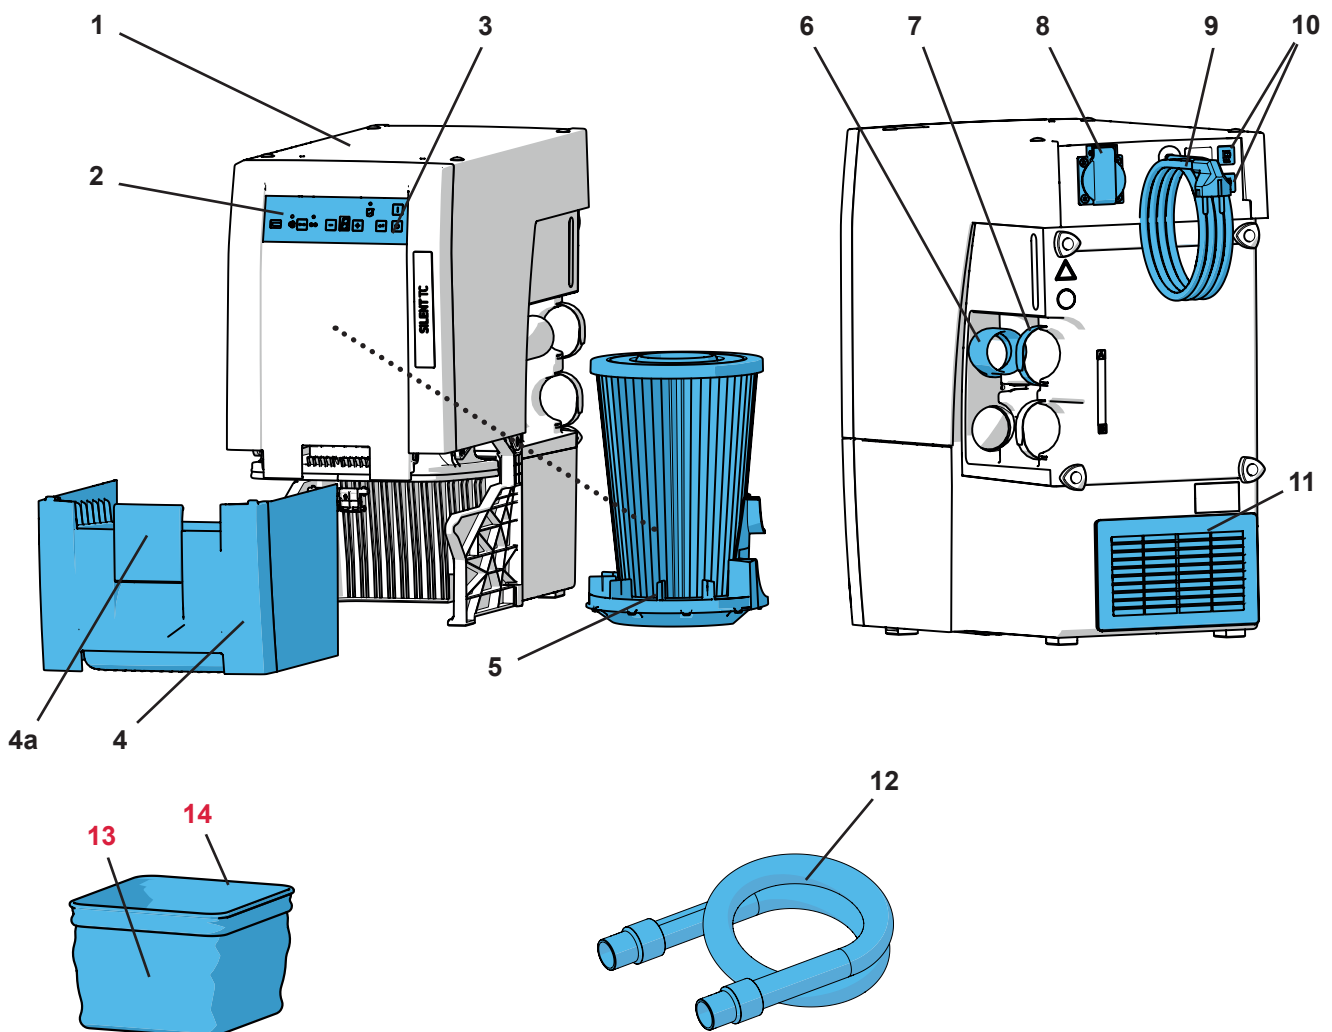

Fig. 1
- l'évacuation de l'air rejeté (11, Fig. 1) ne soit pas entravée.
- Conduite externe d'évacuation d'air (A) (voir chap. 4.6).
- Ouverture d'au moins 250 x 120 mm dans le panneau arrière de l'armoire (B), directement en face de l'ouverture d'évacuation de l'air rejeté (11, Fig. 1).
- Enlever le panneau arrière de l'armoire (C), espace entre le dos de l'armoire et le mur : au moins 50 mm.
⇒ Dérouler le câble secteur (9, Fig. 1) et brancher la fiche secteur dans la prise de courant du bâtiment.
L'aspiration tourne en fonction d'un appareil électrique raccordé à la prise pour appareil (8, Fig. 1).